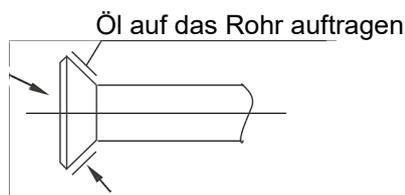

Abb. 5.1
- b. Fetten Sie die äußere Oberfläche der Bördeldichtung und die konische Oberfläche der Überwurfmutter mit Öl ein (es muss ein mit der Klimaanlage verträgliches Motoröl sein) und schrauben Sie die Dichtung 3 oder 4 Mal von Hand ein (Abb. 5.1), bevor Sie die Bördelmutter aufschrauben.